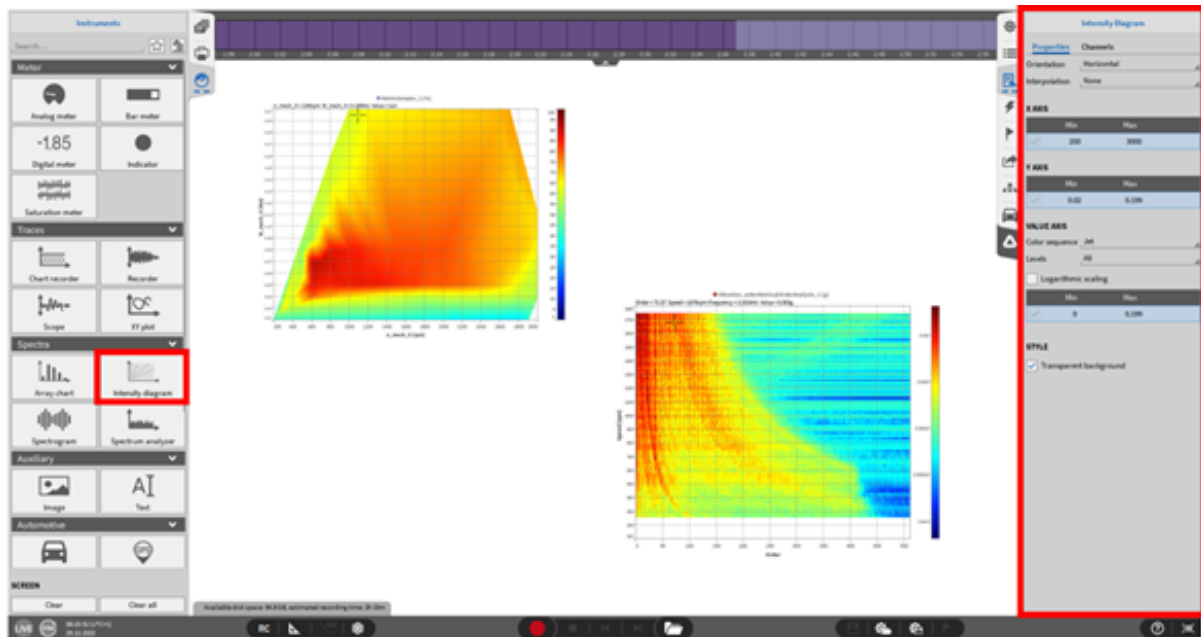

Abb. 8.97: Heatmap - Übersicht
- Wählen Sie verschiedene Level, um eine definierte Abstufung mit schwarzem Rand zu erhalten. Die linke Matrix in Abb. 8.97 zeigt keine Abstufung und die rechte Matrix hat eine 10-stufige Abstufung.